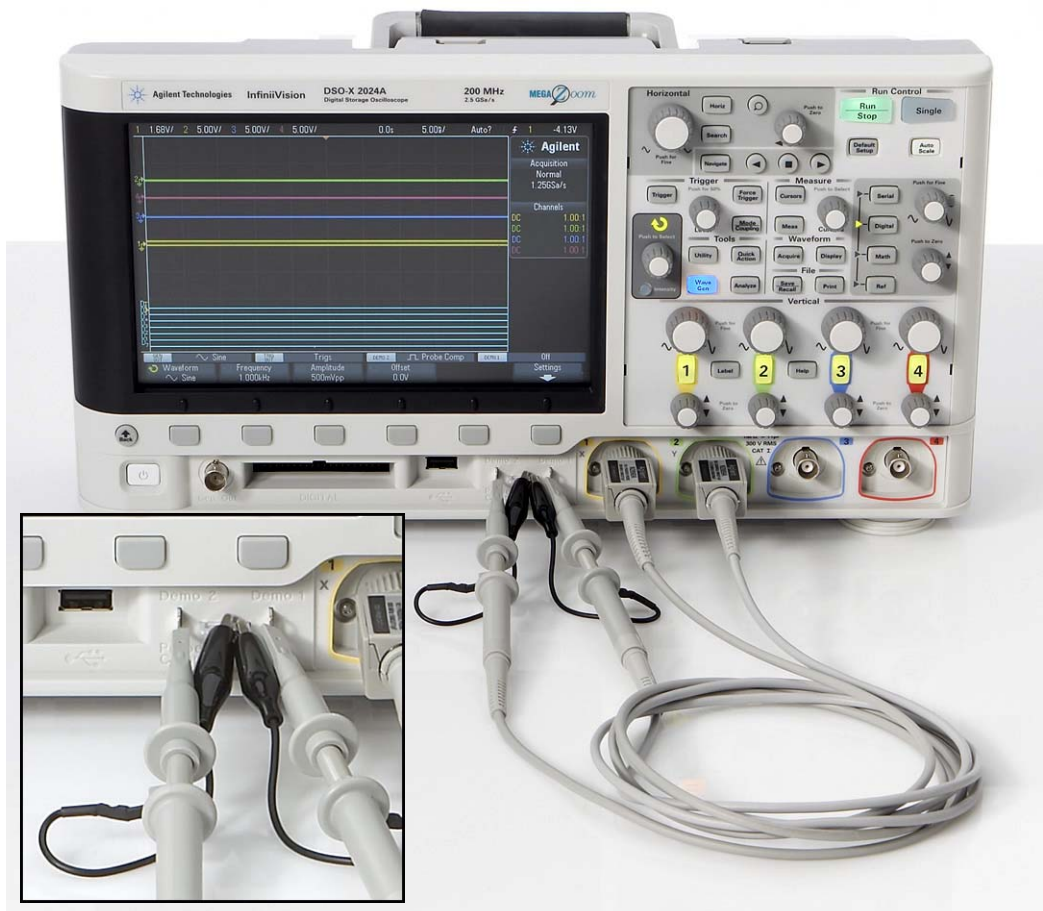

Figura 8 Conectar pontas de prova entre as entradas do canal 1 e canal 2 aos terminais de saída de sinais de treinamento
- 1 Conecte uma ponta de prova do osciloscópio entre o BNC de entrada do canal 1 e o terminal de saída denominado "Demo 1", como mostrado na Figura 8. Conecte esse clipe de aterramento da ponta de prova ao terminal central (terra).
- 2 Conecte uma outra ponta de prova do osciloscópio entre o BNC de entrada do canal 2 e o terminal de saída denominado "Demo 2", como mostrado na Figura 8. Conecte esse clipe de aterramento da ponta de prova ao terminal central.